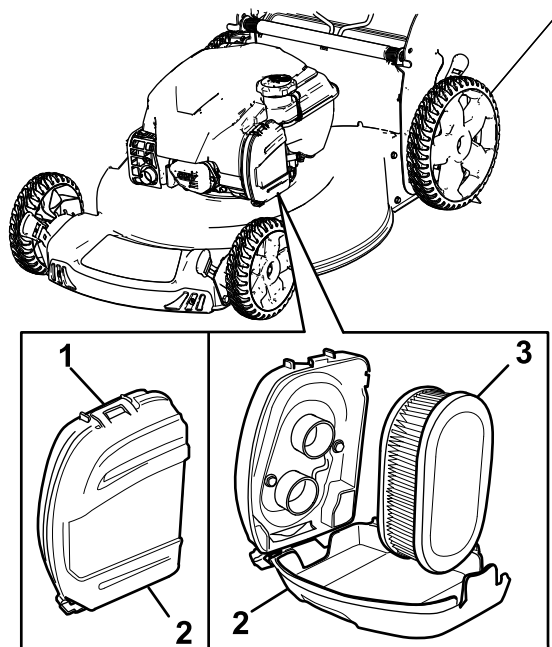

Рисунок 24
2. Извлеките воздушный фильтр (Рисунок 24).
1. Расфиксируйте защелку в верхней части крышки воздушного фильтра (Рисунок 24).